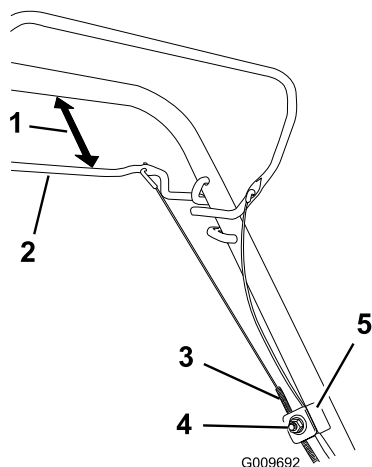

Рисунок 46
1. Ослабьте гайку держателя троса (Рисунок 46).
2. Установите между скобой самоходного привода и рукояткой зазор величиной от 25 до 38 мм (Рисунок 46).
3. Вытягивайте оболочку троса (к газонокосилке), пока в тросе не появится слабина (Рисунок 46).